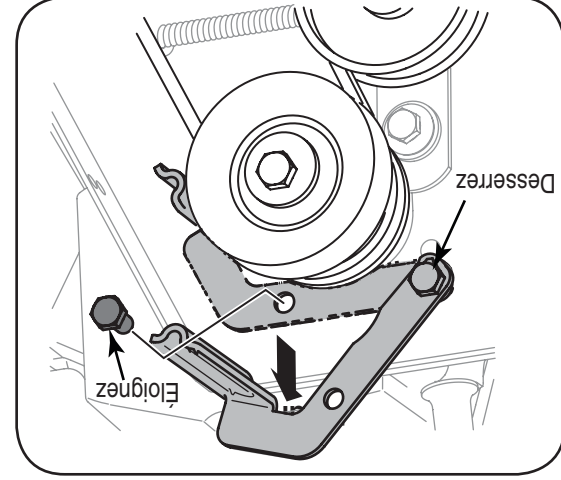

Figure 6-5
- a. Desserrez le boulon, représenté à la Figure 6-5, qui maintient le support du guide de courroie, puis retirez l'autre boulon.
- b. Éloignez le guide de courroie et le support de la poulie motrice. Voir la Figure 6-5.